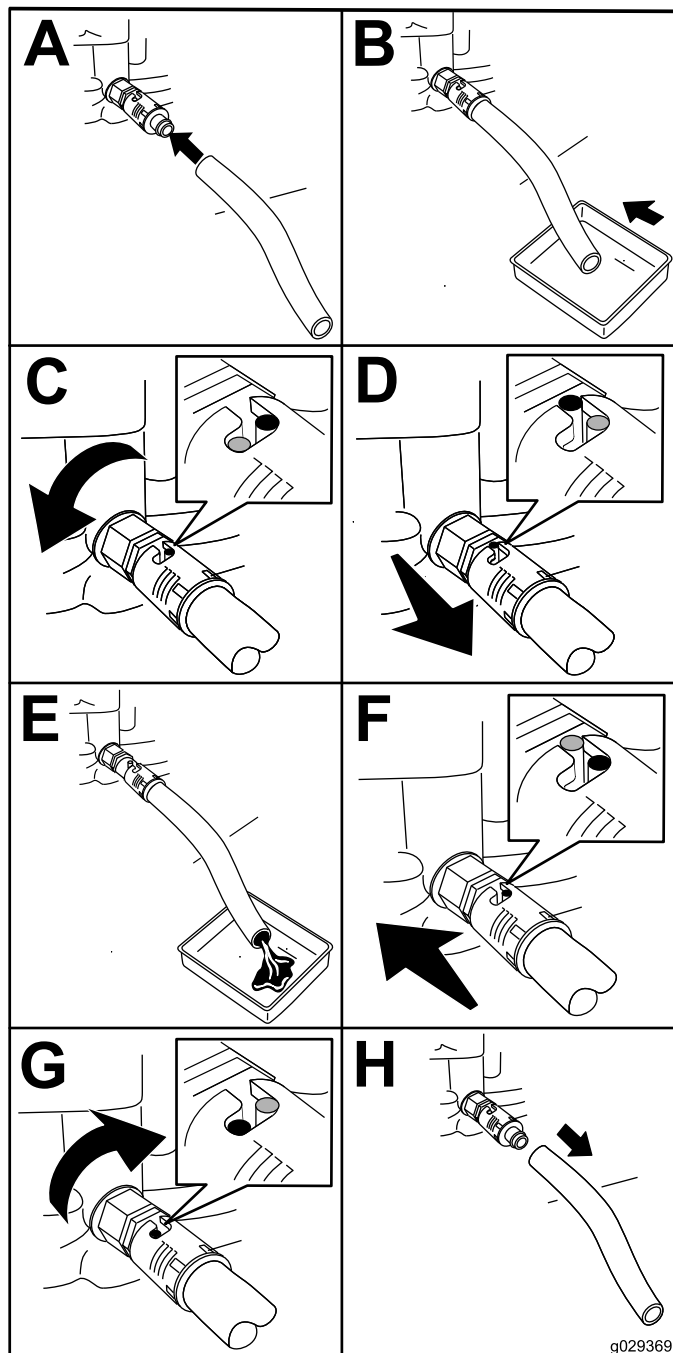

Рисунок 29
1. Установите сливной шланг на сливной клапан (Рисунок 29).
2. Поместите другой конец шланга (Рисунок 29) в сливной поддон емкостью 1 литр.
3. Поверните маслосливной кран на  $\frac{1}{4}$  оборота против часовой стрелки и дождитесь полного слива масла из двигателя (Рисунок 29).
4. Поверните маслосливной кран на  $\frac{1}{4}$  оборота по часовой стрелке, чтобы закрыть кран (Рисунок 29).
5. Снимите сливной шланг (Рисунок 29) и удалите все пролитое масло.